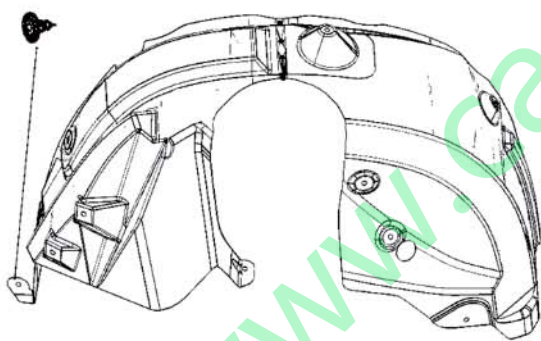

图 2-13
- (2) 将左后轮挡泥板位于后保险杠上的 1 个子母扣用一字螺丝刀取下，如图 2-13 所示